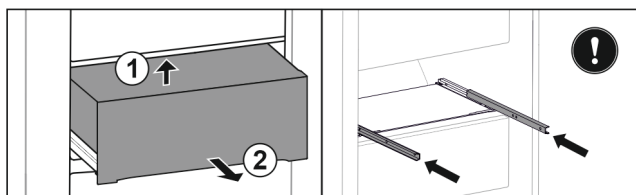

Fig. 135
- ▶ Unieść szufladę z tyłu od dołu. Fig. 135 (1)
- ▶ Wyjąć szufladę do przodu. Fig. 135 (2)